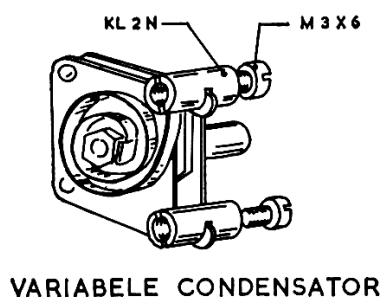

Fig. B6
3. Bevestig ook aan dit onderdeel twee klemmen KL 2 N. Zie fig. B6.